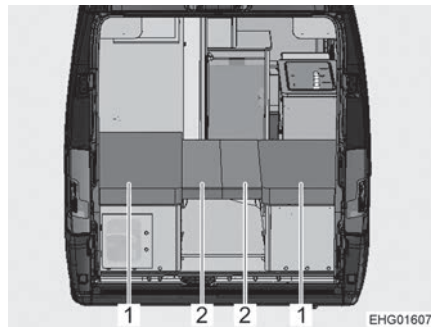

Bild 85 Nach dem Umbau
- Die beiden Sitzpolster (Bild 85,1) auf die Sitzbänke legen und die beiden Rückenpolster (Bild 85,2) auf den Lattenrostauszug legen.